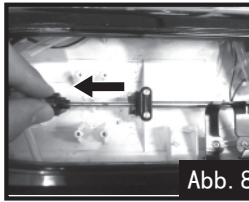

Abb. 8
8. Die Spindel nach links ziehen, Abb. 8.